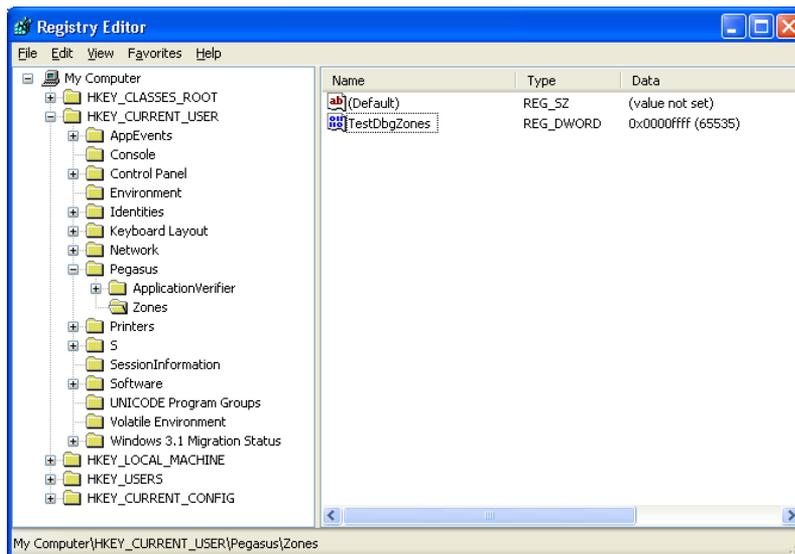

Abbildung 4.15 HKEY_CURRENT_USER\Pegasus\Zones: "TestDbgZone"=dword:FFFF
16. Legen Sie den Wert auf `0xFFFF` fest, um alle 16 benannten Zonen zu aktivieren, die den niedrigen 16-Bits im 32-Bit `DWORD`-Wert entsprechen (siehe Abbildung 4.15).